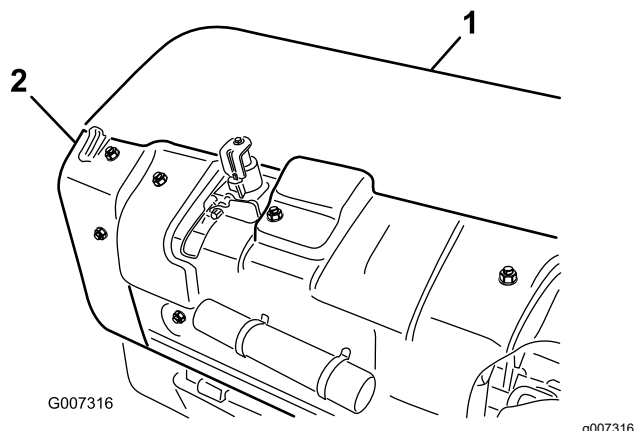

Figure 34
- A. Déposez le couvercle arrière de la tête d'aération (Figure 34).
- B. Retirez les boulons de fixation du protège-poulie et déposez celui-ci (Figure 34).